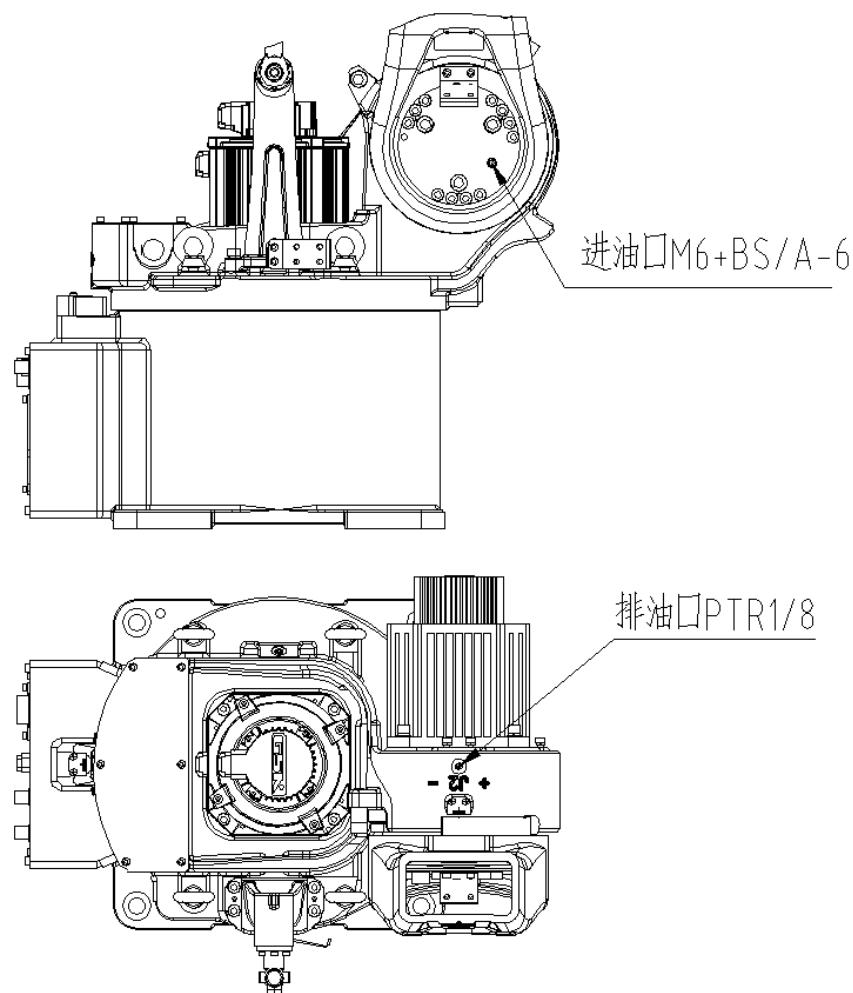

图 12 J2 轴减速机局部结构
#### (1) 油脂补充步骤 (参考图 12)
- ④ 安装出油口堵塞前, 运动 J2 轴几分钟, 使多余的油脂从出油口排出;
- ⑤ 用布擦净从出油口排出的多余的油脂, 在出油口安装堵塞。
## (2) 油脂更换步骤 (参考图 12)